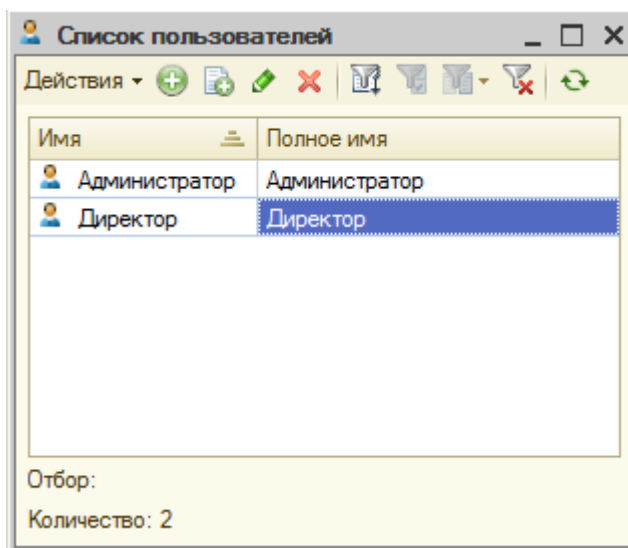

Рисунок 2.14- Список пользователей
Перейдем на вкладку **Прочие** и в списке **Доступные роли** установим роль **Администратор**, Рисунок 2.14.
2.4 Добавим в список второго пользователя, дадим ему имя **Директор**, на закладке **Прочие** установим среди доступных ролей роль **Сотрудник**. В итоге окно **Пользователи** примет такой вид, Рисунок 2.14.